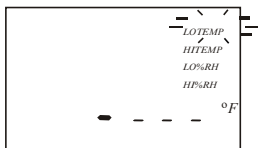

图 11
1. 测量模式下按 PRG 键，仪表将进入警示值查看模式。屏幕将出现 LOTEMP，HITEMP，LO%RH，HI%RH. 此时 LOTEMP 会不停闪烁（图 11）且屏幕下方会有 XX.X 数值或“---”
1. 仪表开机进入测量模式，屏幕上显示的是相对湿度和温度的测量值（图 5）。按 PRG 键切换仪表到警示值查看模式（图 11），此时 LCD 屏幕上 LOTEMP 字样在闪烁。